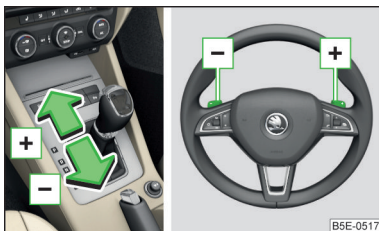

Fig. 151
- Donnez une impulsion sur le levier sélecteur vers l'avant **[+]** **» fig. 151.**
- Poussez le bouton à bascule de droite **[+]** **» fig. 151** brièvement en direction du volant.
- Donnez une impulsion sur le levier sélecteur vers l'arrière **[-]** **» fig. 151.**
- Poussez le bouton à bascule de gauche **[-]** **» fig. 151** brièvement en direction du volant.
- Poussez un des boutons à bascule **[+/-]** brièvement en direction du volant **» fig. 151.**